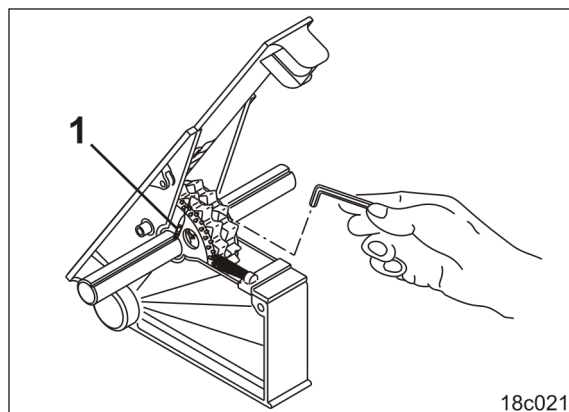

Fig. 126
5. Løsn gevindstifterne (Fig. 126/1) på de nye køresporssåhjul, indtil de nye køresporssåhjul kan drejes frit på såakslen.